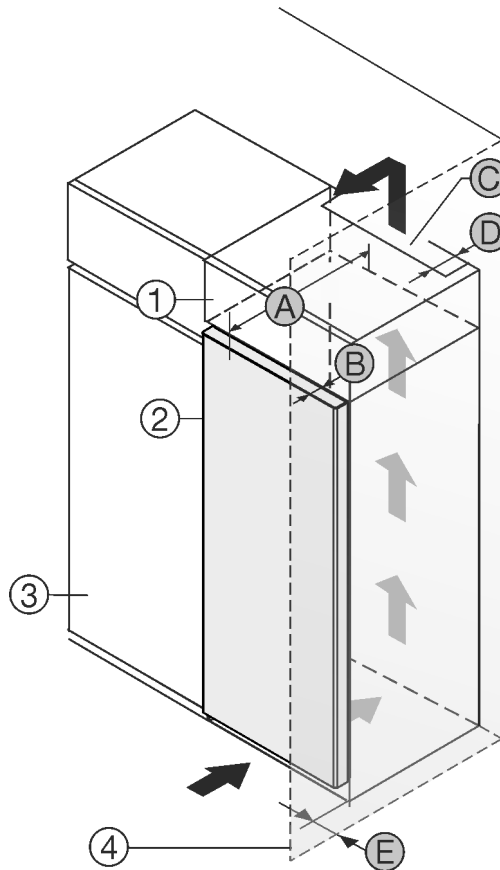

Fig. 1
- (1) Uždedama spintelė *
- (2) Prietaisas *
- (3) Virtuvės spinta *
- (4) Sieną *
- (A) Prietaiso gylis *
- (B) Durų gylis *
- (C) Vėdinimo angos skerspjūvis *
- (D) Atstumas iki galinės prietaiso pusės *
- (E) Atstumas iki prietaiso pusės *
Prietaisą galite statyti iš karto šalia virtuvės spintelės Fig. 1 (3)*.
Galinėje uždedamos spintelės pusėje turi likti tarpas ventiliacijai, kurio gylis Fig. 1 (D) būtų per visą uždedamos spintelės plotį.*
Po patalpos lubomis turi būti laikomasi vėdinimo angos skerspjūvio Fig. 1 (C)*.
Jei prietaisas su lankstais statomas greta sienos Fig. 1 (4), mažiausias atstumas tarp prietaiso ir sienos turi būti 13 mm.*
Kad durys atsidadytų iki galo, palyginti su šaldytuvo priekiu, prietaisas turi išsikišti bent per savo durų gylį Fig. 1 (B). Priklausomai nuo virtuvės spintelių Fig. 1 (3) gylio ir atstumą iki sienos nustatančių detalių naudojimo, prietaisas gali išsikišti daugiau.*